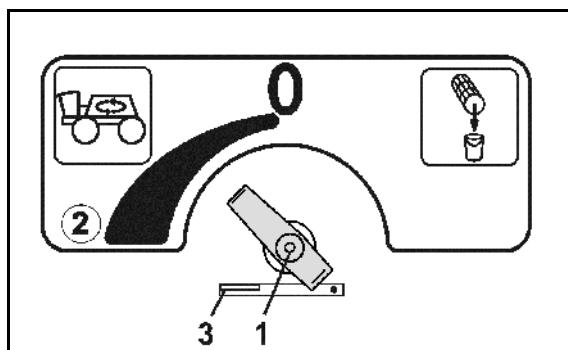

Fig. 74
- Ekstrarøreværket kan indstilles på indstillingshanen (Fig. 74/1).
Ekstrarøreværket er deaktiveret i indstillingshaneposition 0. Maksimale røreydelsen i position (Fig. 74/2).
Sikring af trykfilterets aftapningsfunktion (Fig. 74/3).